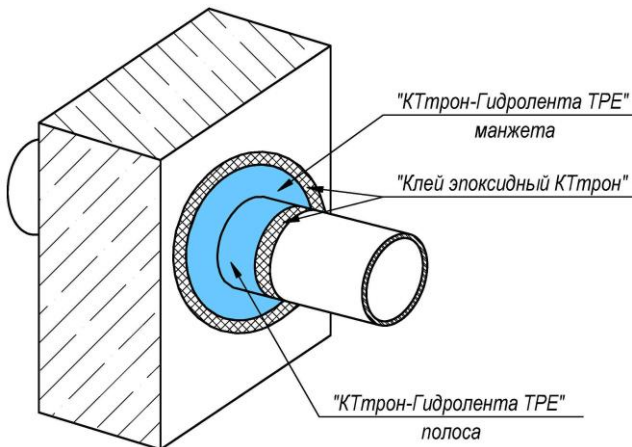

Рис. 3
- Приклеить манжету к стене (Рис. 3).